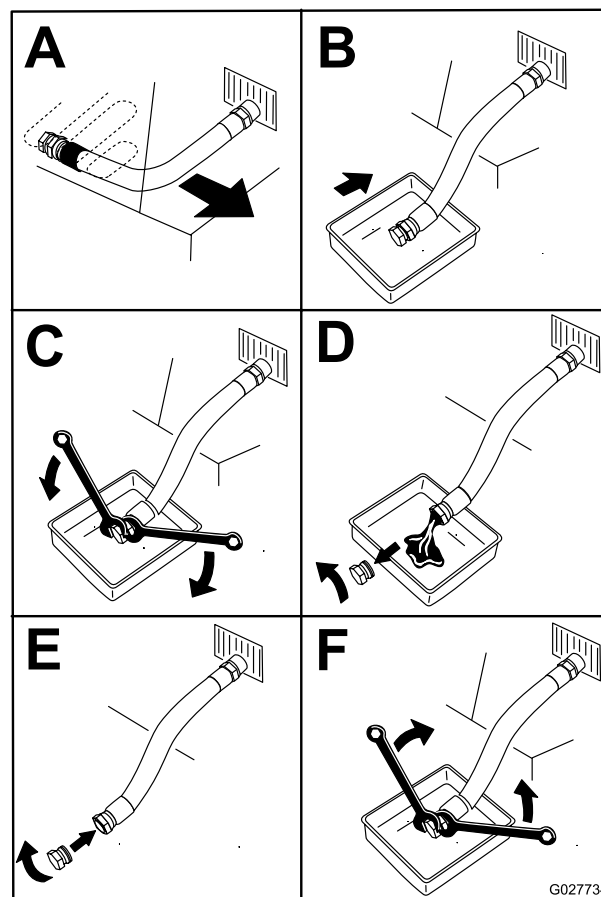

Figura 29
4. Cambiate l'olio come illustrato nella Figura 29.